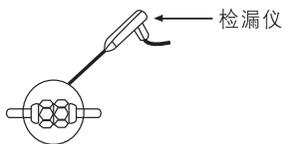

图37
- 3 用⑬塑料绝缘带把铜管和连接电缆包起来。
- 4 在接口处用检漏仪或者肥皂水来检查是否有泄漏。(如图37)